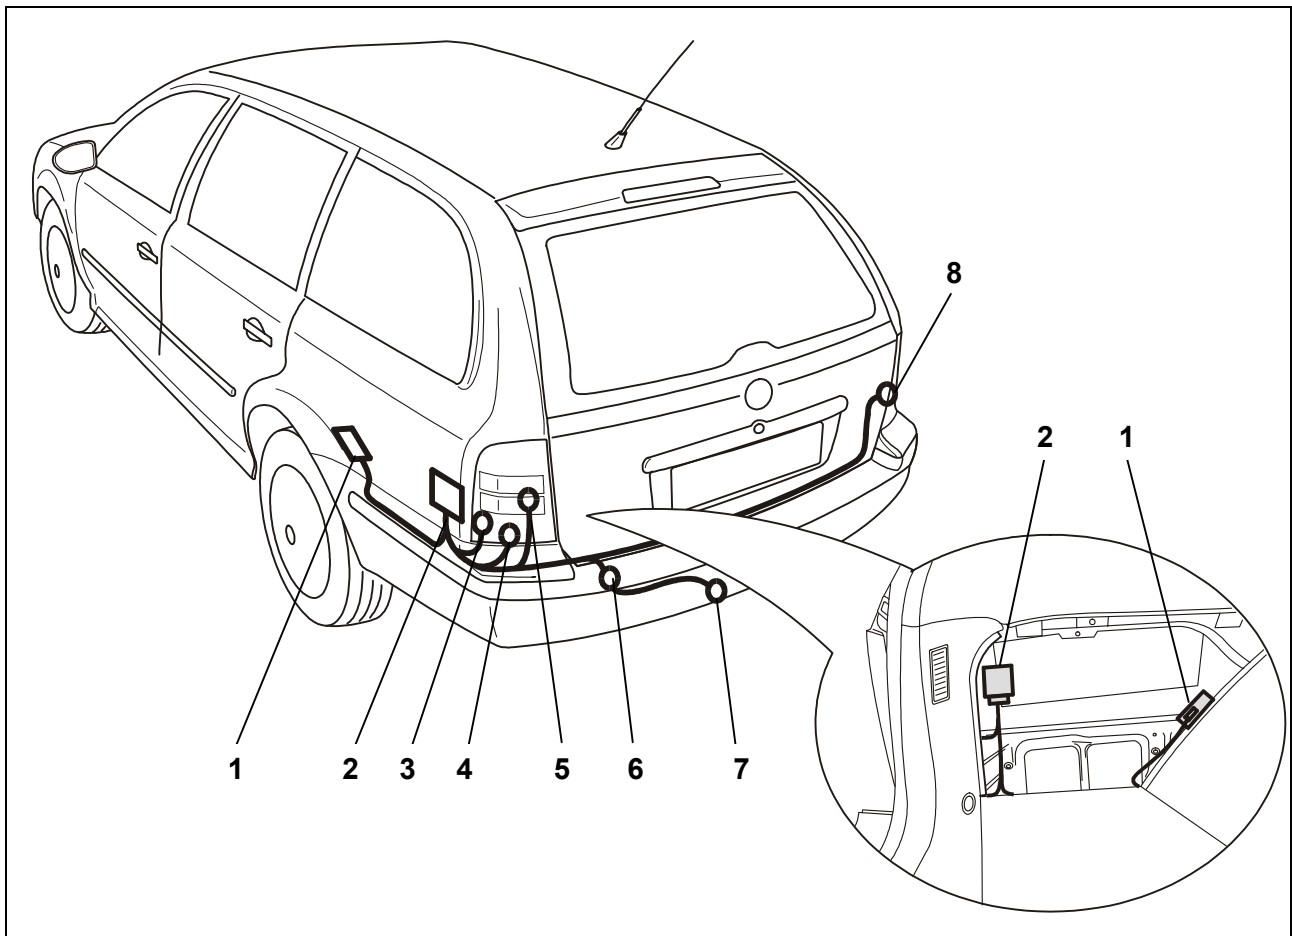

Abb. 1: Einbauübersicht
3. Die Gummitülle auf den Leitungsstrang (Abb. 1/6) aufschieben und die Länge der Leitung anpassen.
4. Das Leitungsende durch die fahrzeugseitige Durchführung, ausgehend vom Kofferraum, nach außen zum Steckdosenthalblech (Abb. 1/6) verlegen.
5. Die Gummitülle in die Kabel-Durchführung (Abb. 1/6) einsetzen.
6. Die Steckdosendichtung auf den Leitungsstrang (Abb. 1/7) aufschieben.
7. Den Kontakteinsatz in das Steckdosengehäuse (Abb. 1/7) eindrücken und die Gummidichtung an die Steckdose heranschieben.
8. Die Steckdose mit den beiliegenden Schrauben und Muttern am Halteblech (Abb. 1/7) festschrauben.
7. Den Leitungsstrang gemäß der *Steckdosensbelegung* am Steckdosengehäuse (Abb. 1/7) anschließen und die Gummidichtung an die Steckdose heranschieben.
9. Die braun und braun/weißen Leitungen mit Ringösen an den fahrzeugseitigen Massepunkt (Abb. 1/4) auf der linken Kofferraumseite anschließen.
10. Die Steckverbindung der gelben und grün/weißen Leitung zur linken Rückleuchte (Abb. 1/5) verlegen.
12. Die Steckverbindung der grau/gelben und rot/grünen Leitung entlang dem Heckabschlussblech zur rechten Rückleuchte (Abb. 1/8) verlegen.
14. Das Anhängermodul (Abb. 1/2) mit einem Klettband in der linken Ecke des Kofferraums befestigen.
18. Die beiden Kontakte an den roten Einzelleitungen in den Sicherungshalter (Abb. 1/3) einrasten und den gelben Clip einsetzen. Sicherung (Abb. 1/7) einsetzen und Schutzdeckel aufstecken.
Das Steuergerät der EPH (Abb. 1/1) befindet sich hinter der linken Seitenverkleidung des Kofferraums am Radlauf (Skoda-Teilenummer 1U0 919 283).
19. Die braun/weiße Leitung von Pin 7 des Anhängermoduls (Abb. 1/2) zum Steuergerät der EPH (Abb. 1/1) verlegen. Das Ende der Leitung auf Pin 5 des 16-poligen Steckers anschließen.